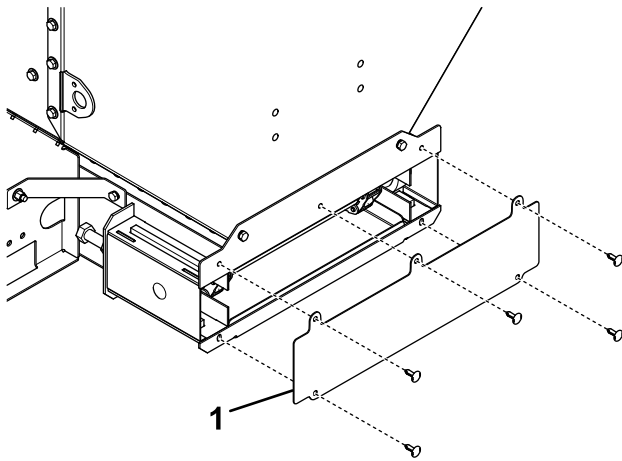

Bild 25
2. Entfernen Sie die hintere Abdeckung, wie in Bild 25 dargestellt.